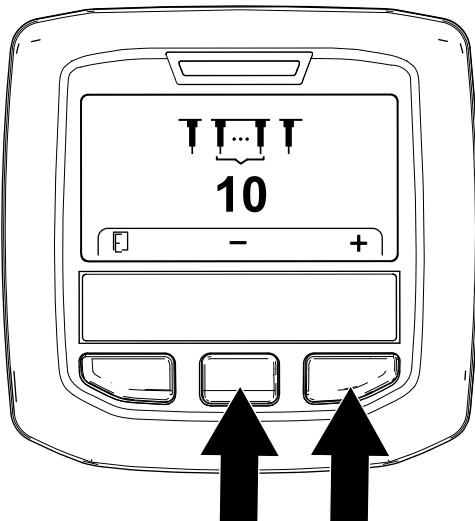

Рисунок 62
- Настройте количество зубьев (Рисунок 62) следующим образом: